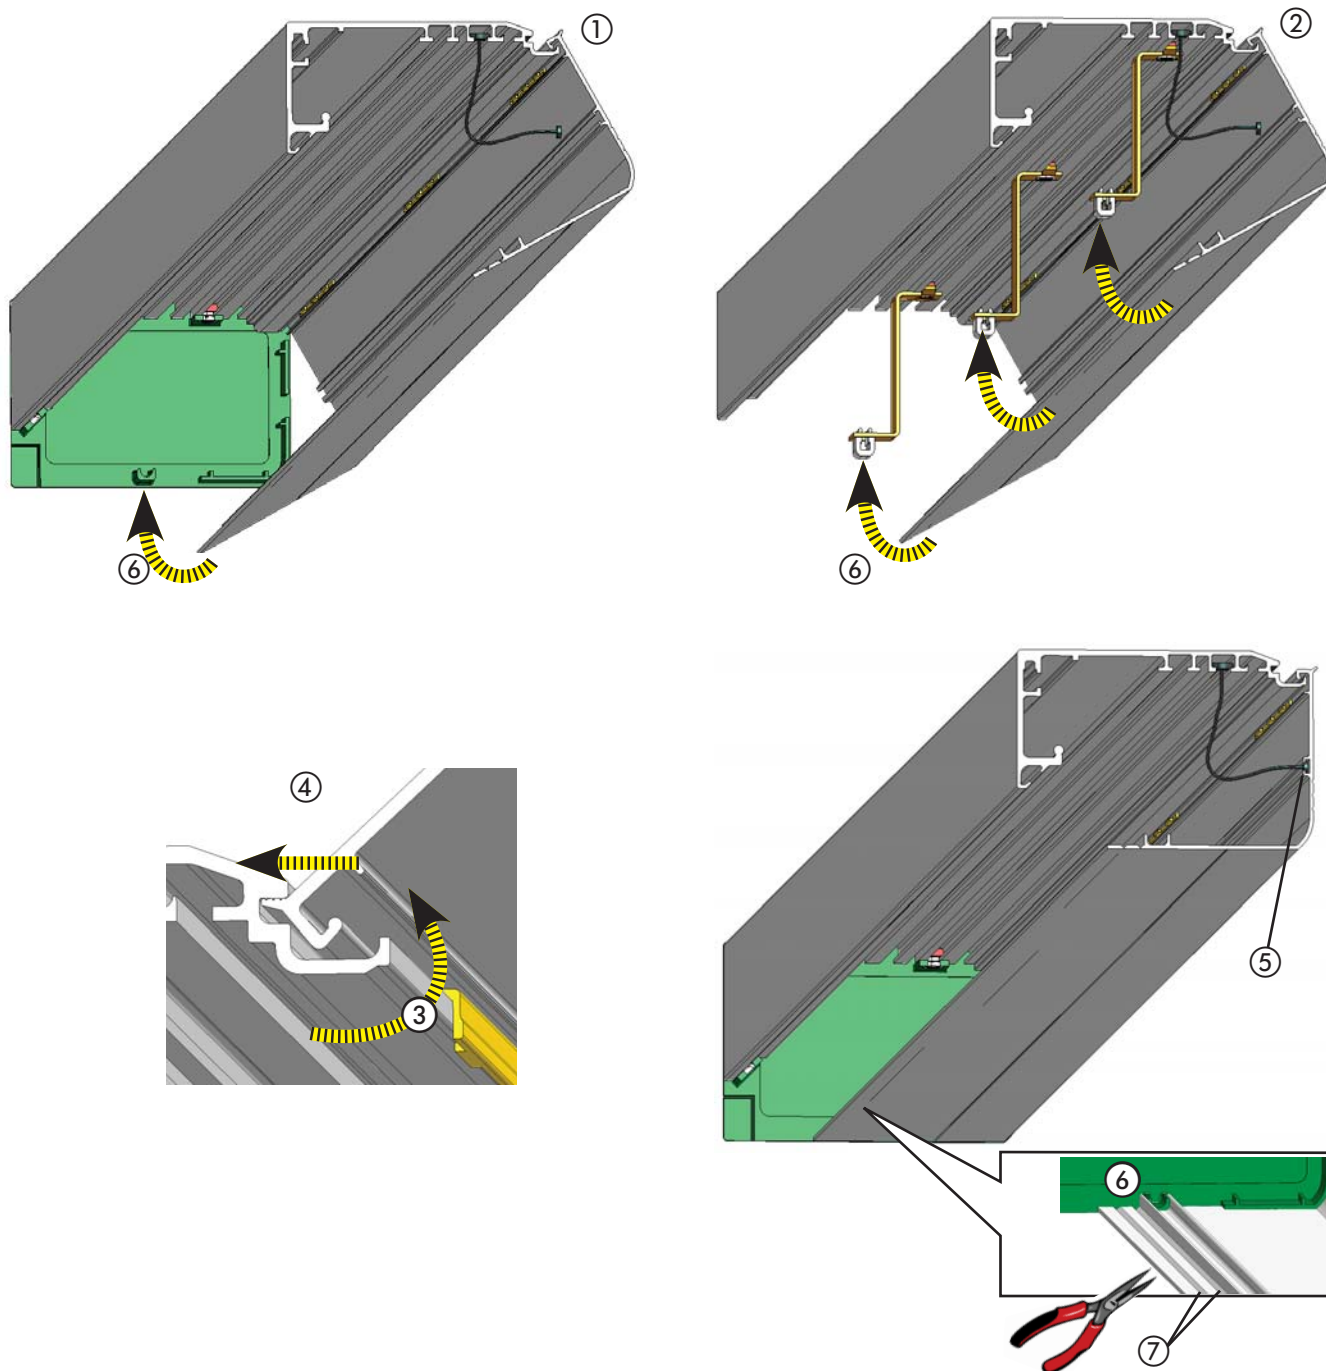

fig. 26
- Apoye el cárter de cierre en los distanciadores anteriormente montados, tal y como se indica en la fig. 26 ref. ① o ②.
- Levante el cárter para mantenerlo abierto (fig. 26 ref. ③) y empújelo (ref. 26 ref. ④) hacia el perfil, hasta que el saliente metálico se encastre en el alojamiento del perfil.
- Fije los cables paracaídas al cárter en los correspondientes alojamientos (fig. 26 ref. ⑤).
- El bloqueo del cárter de cierre se realiza en coincidencia con los dos bordes laterales o con las bridas de fijación (fig. 26 ref. ⑥).
- El cárter de cierre está pre-cortado para poder adaptarlo a los diferentes espesores de la hoja; elimine el material sobrante del perfil rompiendo en los puntos indicados en la fig. 26 ref. ⑦.